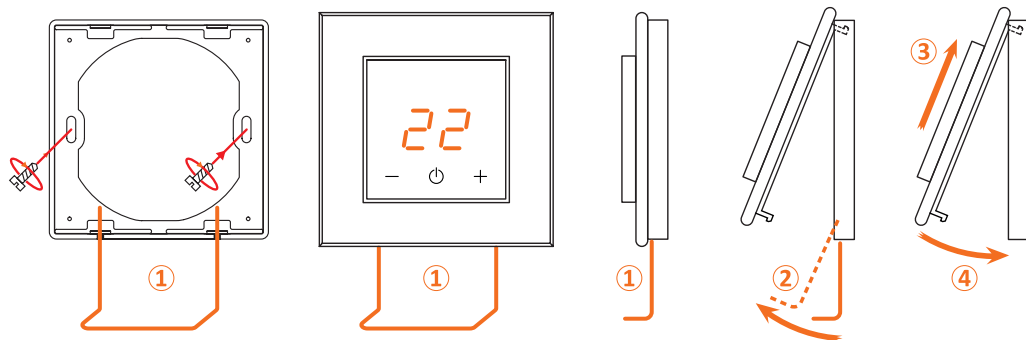

Рис.3 Снятие и монтаж терморегулятора серий TAKTO, TAKTO pro, ORTO, ORTO pro.
ВНИМАНИЕ. Монтировать рамки нужно так, чтобы прорези (1) и (5) на рамке (рис. 3 и 4) были направлены вниз.
Снятие терморегулятора серий TAKTO, TAKTO pro, ORTO, ORTO pro (рисунок 3)
Установка терморегулятора серий TAKTO, TAKTO pro, ORTO, ORTO pro (рисунок 3)